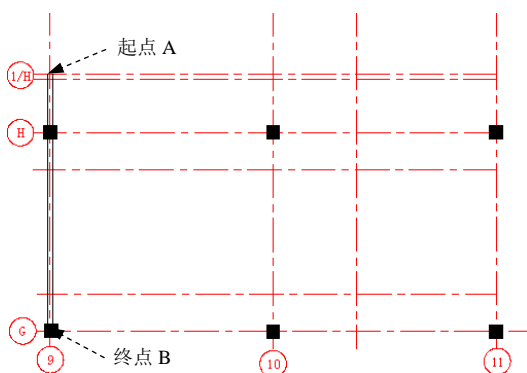

图 17.12.13 绘制多线 1
(1) 切换图层。在“图层”面板中，选择“墙体”图层。
(2) 设置多线样式。选择下拉菜单 **格式(O)** → **多线样式(M)...** 命令，确认样式为 200 的为当前使用的多线样式。
(3) 选择下拉菜单 **绘图(D)** → **多线(M)** 命令，选取图 17.12.13 所示的点 A 作为多线的起点，选取点 B 为多线的终点，按 Enter 键完成多线 1 的创作，如图 17.12.13 所示。